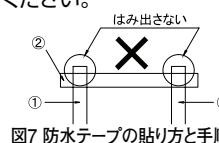

図7 防水テapeの貼り方と手順
- ・外壁面の両面防水テapeは横、上の順番で施工し縦貼りするテapeの上端がはみ出ないように注意してください。(図7参照)